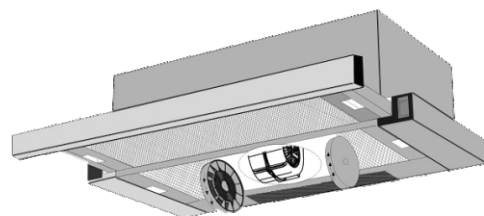

рис. 8
- установите два угольных фильтра см. табл.1 и (рис.8), предварительно удалив с них упаковочную пленку;
Угольные фильтры устанавливаются на защитные решетки короба вентилятора, путем легкого нажатия и поворота их по часовой стрелке (рис. 8). Фильтрация воздуха осуществляется с помощью двух угольных фильтров, затем очищенный воздух возвращается в помещение.